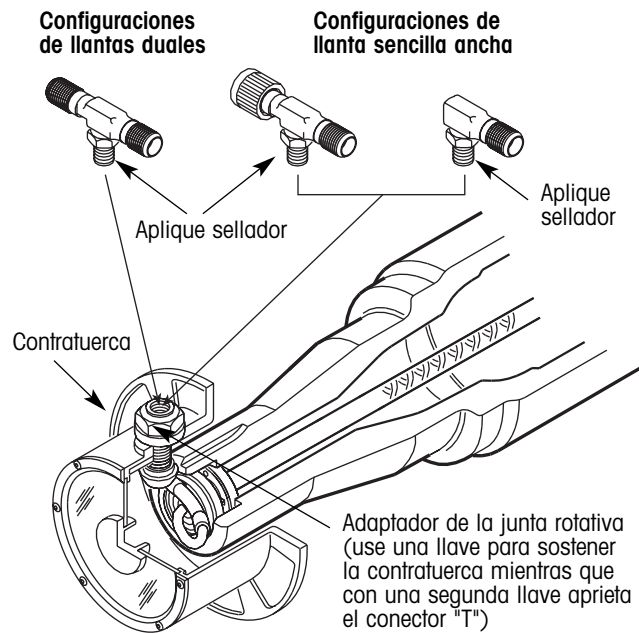

Figura 4. Instalación del conector "T"
3. Para todas las configuraciones de llantas, atornille el conector "T" en las cuerdas del adaptador de la junta rotativa (figura 4) y apriete a 130 ± 10 lbs. pulg. (14.7 ± 1 N•m) de torque. Utilice dos llaves para lograr el valor de torque final. Utilice una llave para sostener la contratuercas en el adaptador de la junta rotativa y utilice la segunda llave para apretar el conector "T" al torque final.